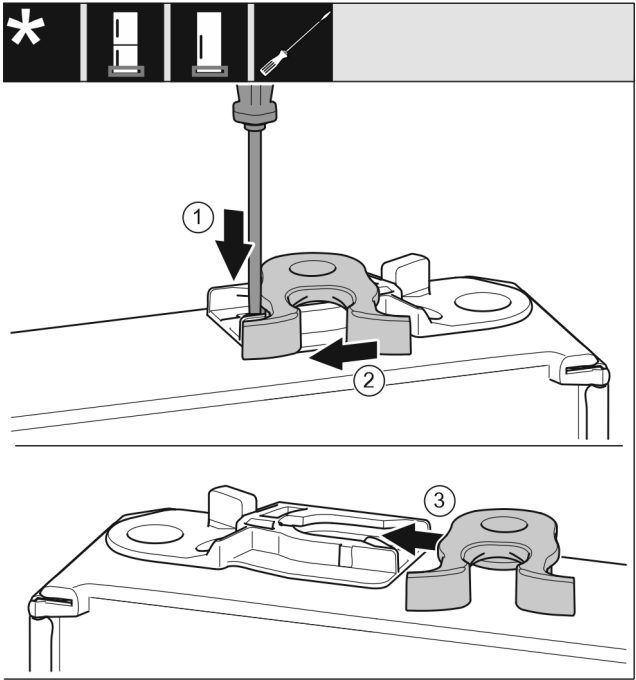

Fig. 20
- ▶ 用带槽螺丝刀向下按住接片 Fig. 20 (1)。
- ▶ 将锁钩 Fig. 20 (2) 从导向装置拉出。
- ▶ 将另一侧的锁钩 Fig. 20 (3) 推入导向装置。